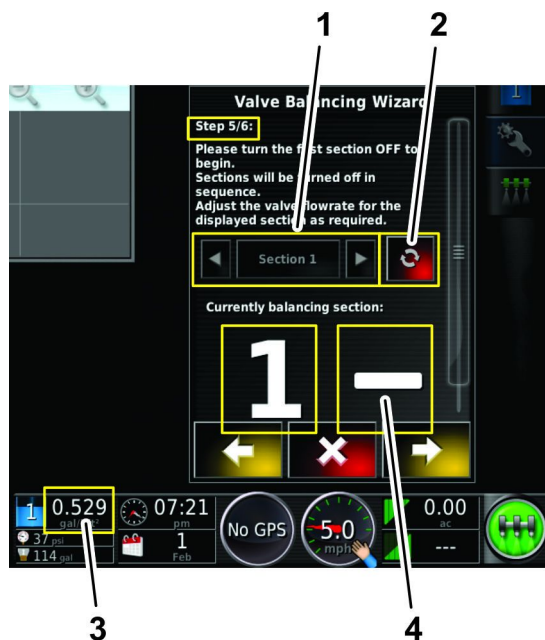

Figure 145
- Le débit d'application est trop élevé pour la vanne de section (Figure 145).
- Appuyez sur l'icône d'activation/désactivation de section (Figure 145) pour couper la vanne de section (rouge).